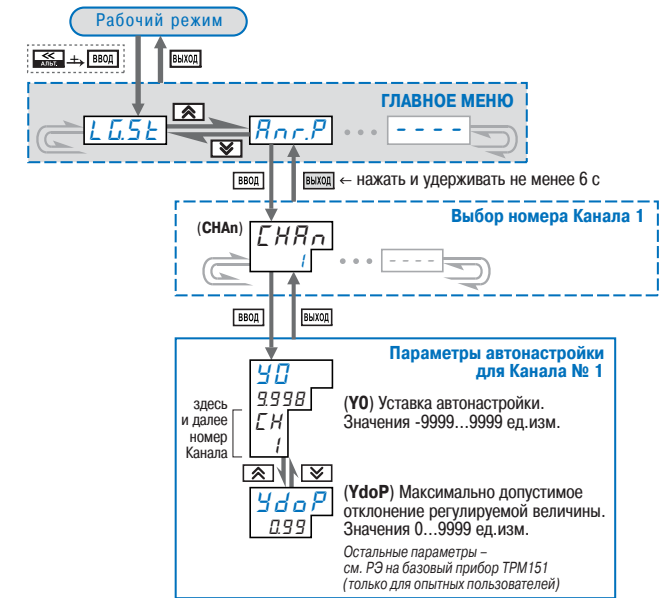

Рис. 45. Схема задания параметров Автонастройки с помощью кнопок на лицевой панели прибора
2. Установите в Конфигураторе (или с лицевой панели прибора, см. рис. 45) значения параметров автонастройки YO и YdoP для выбранного Канала регулирования.